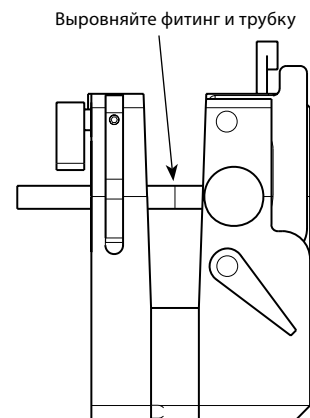

Рисунок 21. Выравнивание фитинга Micro-Fit и трубки
8. Выровняйте фитинг Micro-Fit и трубку. См. рисунок 21.